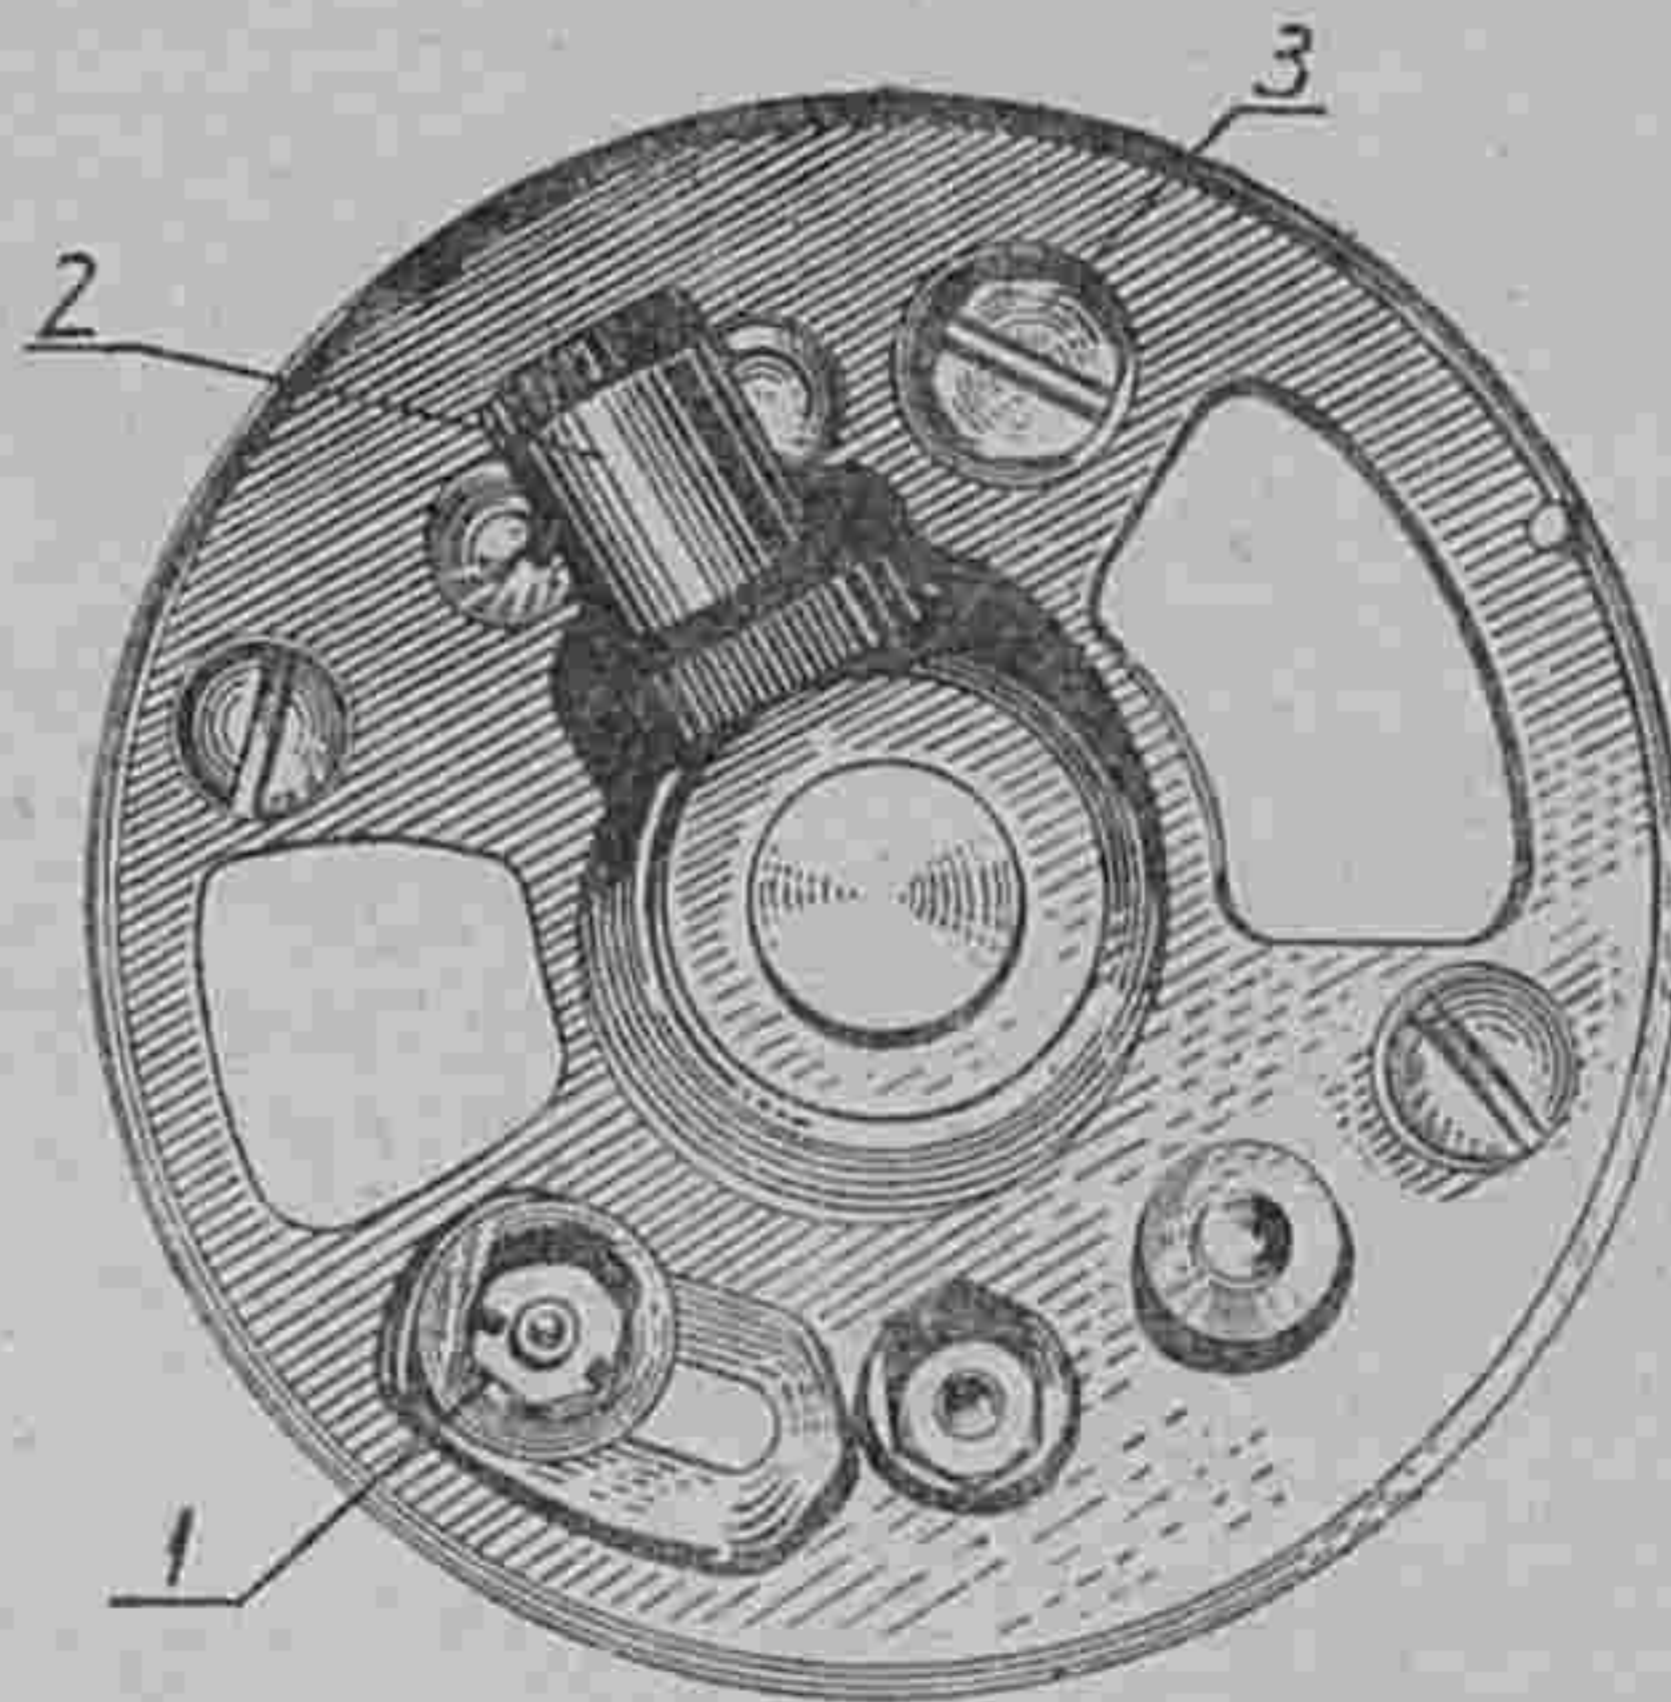

Рис. 12. Генератор (вид сзади):
поводка третьей щетки (1) (рис. 12) и передвинуть щетку в нужном направлении.
Для предохранения обмоток генератора от чрезмерных токов генератор снабжен предохранителем, установленным в цепь шунт-масса (рис. 12) и рассчитанным на максимальную силу тока 10 а.